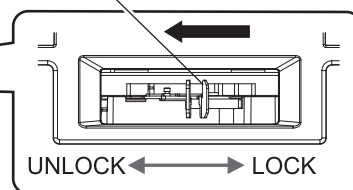
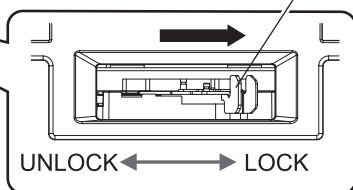

Figura 3
Figura 5
3) Confirme que la palanca de bloqueo de la lente está situada en el lado Unlock. (Figura 3)
- Si la palanca de bloqueo de la lente está en el lado Lock (Figura 5), presione la palanca y tire de ella hacia el lado Unlock. (Figura 3)
5) Mientras sujeta la lente de proyección, gire la palanca de bloqueo totalmente hacia el lado Lock. (Figura 5)
2) Extraiga la cubierta superior deslizante. (Figura 3)
4) Retire la lente de proyección. (Figura 5)